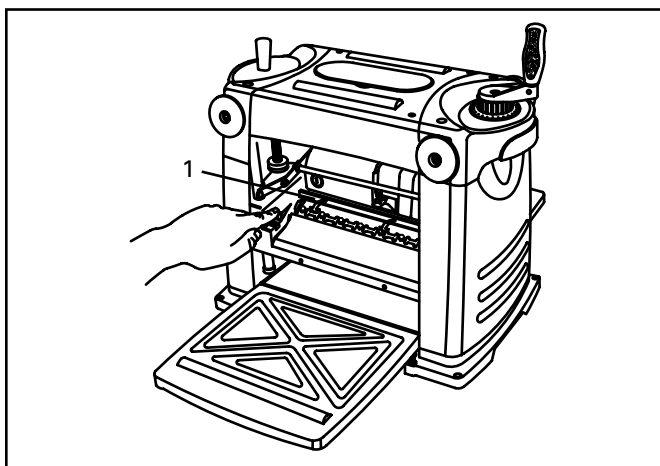

Fig. 14
3. Presione el pasador del árbol (2) y gire el cabezal de corte hasta que los ocho tornillos de cabeza hexagonal queden al descubierto (Fig. 14).